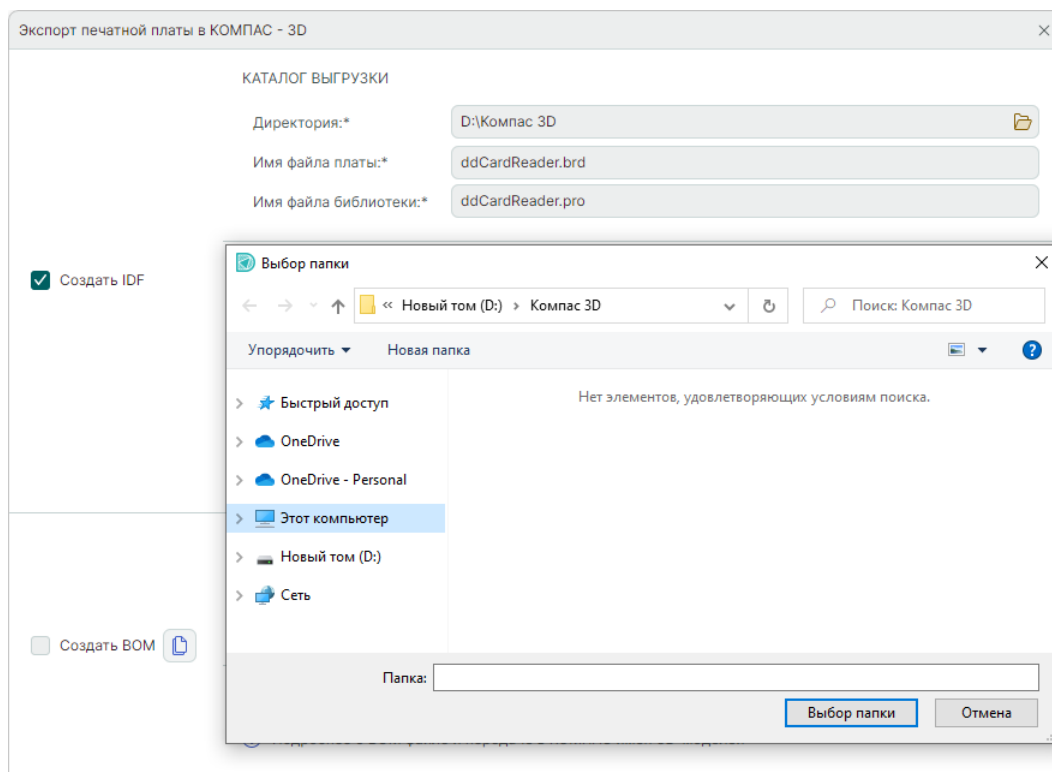

Рис. 5 Выбор директории и ввод имени файлов с данными по плате и
- В разделе «Каталог выгрузки» выберите директорию для сохранения экспортируемых файлов, введите имя для экспортируемого файла с данными по плате и библиотеке в соответствующих полях, см. Рис. 5. При вводе пути в поле «Директория:» доступен как ручной ввод, так и выбор места расположения через окно проводника. Для выбора пути через окно проводника нажмите .